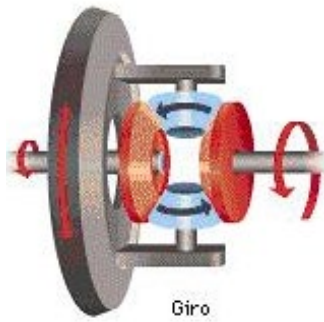

Fig. 26 Un planetario gira más que otro, a costa del giro que le transmiten los satélites
**EN LÍNEA CURVA** (Fig. 26). Al tomar una curva, la rueda exterior debe girar a mayor velocidad que la rueda interior, ya que tiene que recorrer un camino más largo. La rueda interior ofrece más resistencia a girar. Ésta debido a la menor longitud a recorrer, es como si se frenara, únicamente, dicha rueda. Al reducirse su velocidad de giro también se reduce la velocidad del planetario correspondiente y entonces los satélites tienden a rodar sobre él, multiplicando el giro en la otra rueda. De esta forma, lo que pierde en giro una rueda lo gana la otra, ajustándose, automáticamente, el giro en cada una de ellas por la acción compensadora de los satélites.